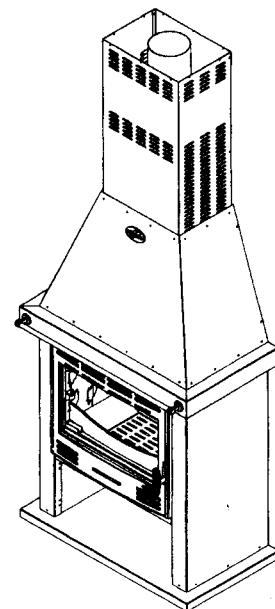

Fig. 9
- 7) Fixer les côtés de hotte (Fig. 9).